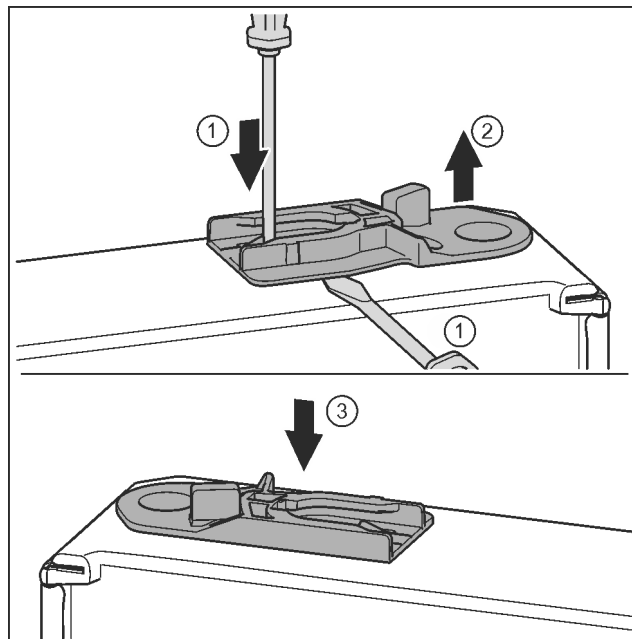

Fig. 32
- ▶ Изваждане на направляващата втулка: С плоска отвертка натиснете езичето и едновременно с това вкарайте плоска отвертка под направляващата втулка. Fig. 32 (1, 2)
- ▶ Вкарайте приложената към доставката направляваща втулка от другата страна на корпуса. Fig. 32 (3)